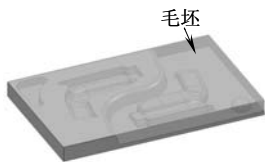

图 5-16 创建毛坯
- 1) 创建毛坯：在 PowerMILL 综合工具栏中单击创建毛坯按钮，打开“毛坯”表格，勾选“显示”选项，其他选项使用默认值，然后单击“计算”按钮，创建出方形毛坯，如图 5-16 所示。单击“接受”按钮完成创建毛坯操作。